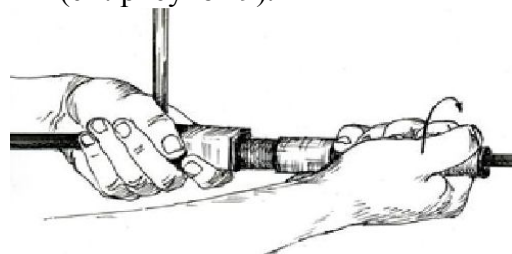

Рисунок 9
4.1.8 С помощью специального ключа или гаечного ключа $S=24$ мм удерживать гайку внутреннюю (поз.2, рисунок П-2), не давая ей прокручиваться, а свободной рукой закрутить штуцер до упора и подтянуть его гаечным ключом $S=24$ мм (см. рисунок 9).